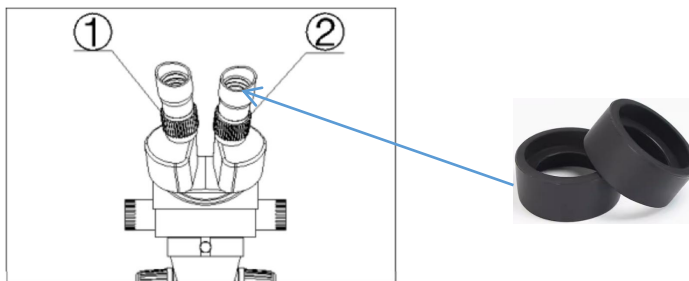

Fig. 4
- Abb.4 5) Drehen Sie den Zoom-Steuerknopf auf die minimale Vergrößerung.
- 23) Wiederholen Sie die Schritte (1), (3), (4) und (5), bis der rechte Einstellring mehr präzise.
- 24) Führen Sie Schritt (4) aus und machen Sie das beobachtete Bild deutlich durch das linke Okular durch Drehen des linken Dioptrieneinstellrings ①. (Abb. 4)